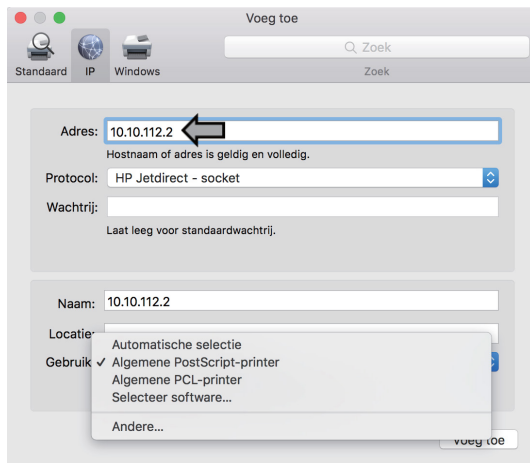

Bild 10
⑤ Ange skrivarens IP-adress i fältet "Adress" och välj sedan "Välj programvara" i rullgardinsmenyn "Använd". (se bild 10).